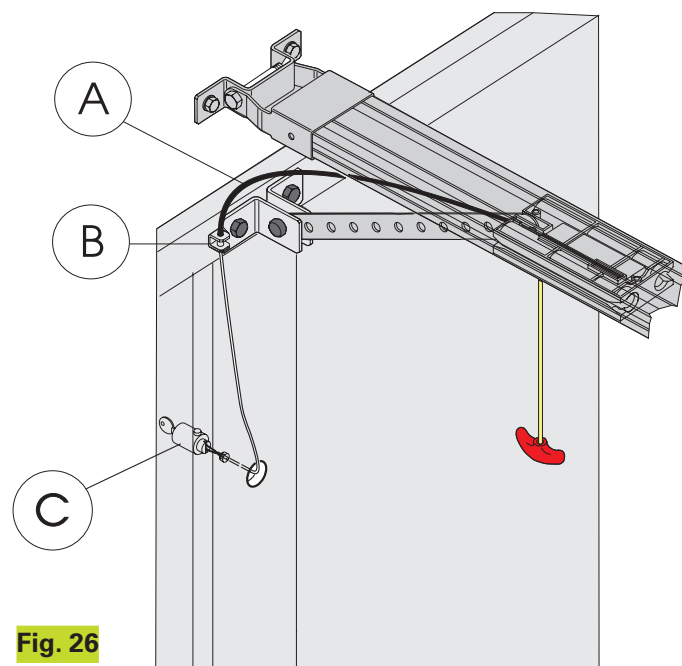

Fig. 26
- 1) Couper la gaine du fil sur mesure (fig. 26 réf. A).
- 2) Introduire le fil dans la gaine et le faire passer dans l'œillet spécifique de la patte d'attache sur la porte (fig. 26 réf. B).
- 3) Couper sur mesure le fil assemblé au déverrouillage à clé (Fig. 26 C).